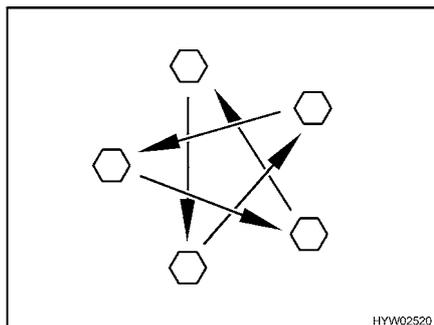

Fig. 210 Serrare a croce i dadi o i bulloni delle ruote
- Controllare regolarmente il serraggio dei dadi o dei bulloni. Regolare a croce (Fig. 210) il serraggio dei dadi o dei bulloni di una ruota sostituita dopo circa 50 km.
- ▷ Serrare a croce i dadi o i bulloni delle ruote (Fig. 210).